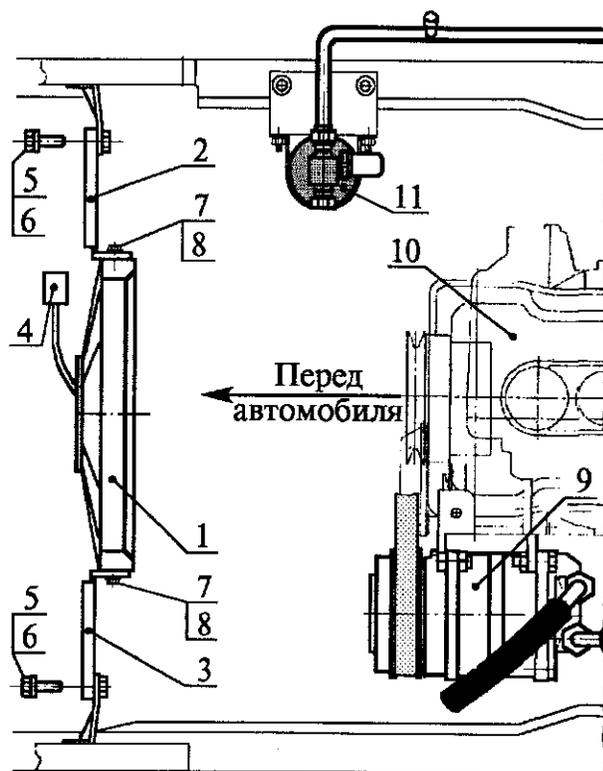

Рис. 6. Снятие электровентилятора с автомобиля ГАЗ-3110:
4.3.5. Снять электровентилятор 1 (рис. 6) конденсатора с кронштейнами 2, 3 в сборе, отсоединив колодку 4 проводов, вывинтив и сняв по два болта 5 с шайбами 6 крепления каждого кронштейна 2, 3 к кузову